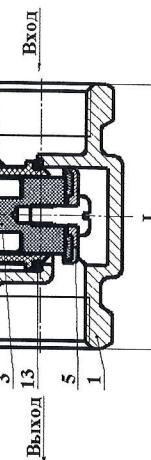

Рис. 1 Регулятор давления воды квартирный КРДВ 15
– установить сетку-фильтр на место, вставить блок регулировки в корпус регулятора (1), при этом уплотнительные кольца должны быть установлены согласно рис.1;
– установить пружину и завернуть крышку на корпус так, чтобы стакан (4) был поджат и с помощью резинового кольца (13) обеспечивал герметичность регулятора относительно внешней среды.